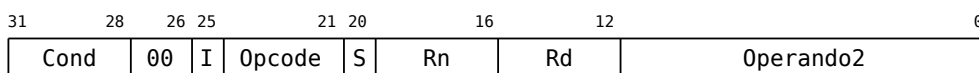

Figura 3.3: Codificação das instruções de processamento de dados.
As instruções de processamento de dados do ARM englobam todas as instruções aritméticas, lógicas e de transferência entre registradores. Elas compartilham o mesmo formato básico de codificação, mostrado na Figura 3.3, embora tenham diferenças quanto à sintaxe dos comandos em linguagem de montagem.
Na Figura 3.3, o campo Cond é o campo de condição, que controla a execução condicional da instrução, conforme descrito na Seção 1.3.
Diferentemente do Faíska, em que toda instrução aritmética ou lógica atualiza os bits de condição, no ARM é possível escolher se a instrução de processamento de dados deve ou não atualizar os bits de condição. O bit S da instrução (Figura 3.3) determina se o processador deve ou não atualizar os bits de condição.
- S, se presente, faz com que o montador coloque o valor 1 no bit 20 da instrução (bit S na Figura 3.3), indicando que a operação deve atualizar o valor dos bits de condição N e Z de acordo com o valor resultante do registrador Rd. Se não presente, o bit S da instrução é 0 e a operação não altera o valor de nenhum bit de condição.